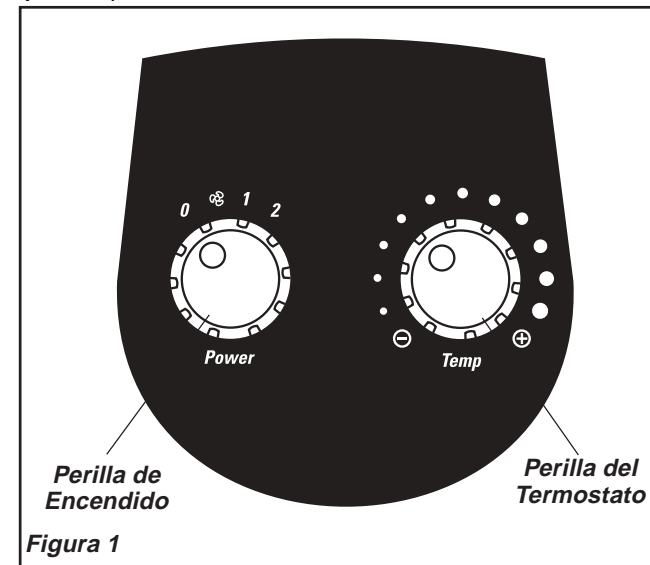

Figura 1
**Para Reiniciar el Calefactor: (Figura 1)**
1. Gire la Perilla de Encendido a la posición de APAGADO (0).